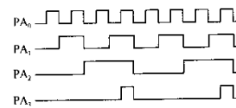

图 10.16 端口 A 信号波形
**例 10.3** 在 8088 最大方式系统中，有一片 8255A，其端口地址为 20H、22H、24H、26H，采用低 8 位地址总线设计译码电路及与系统总线的连接图，并编程实现使端口 A 的低 4 位产生如图 10.16 所示的信号（各个信号的节拍不必严格相等）。